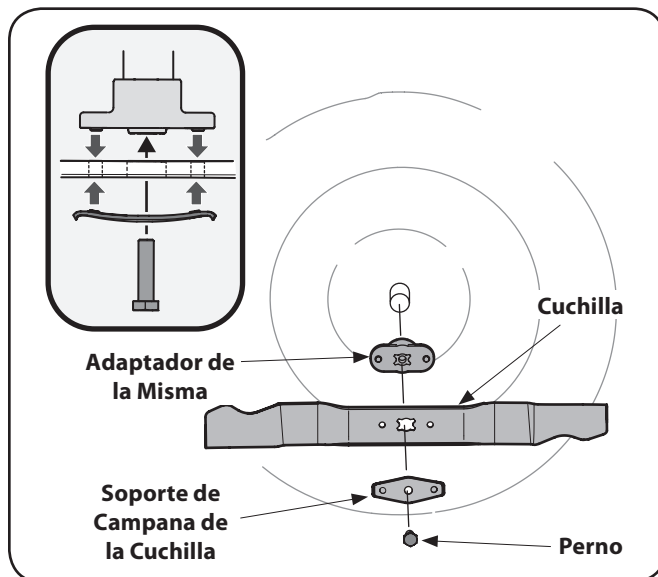

Figure 7-1
2. Saque el perno y el soporte de campana de la cuchilla que sostienen la cuchilla y el adaptador de la misma al cigüeñal del motor, Figure 7-1.
5. Lubrique el cigüeñal del motor y la superficie interna del adaptador de la cuchilla con aceite ligero. Deslice el adaptador de la cuchilla sobre el cigüeñal del motor. Instale la cuchilla con el lado marcado "Bottom" (inferior) o con el número de parte hacia el piso cuando la podadora está en posición de operación. Asegúrese que la cuchilla quede alineada y asentada en las bridas del adaptador. Vea Figure 7-1 inserción.